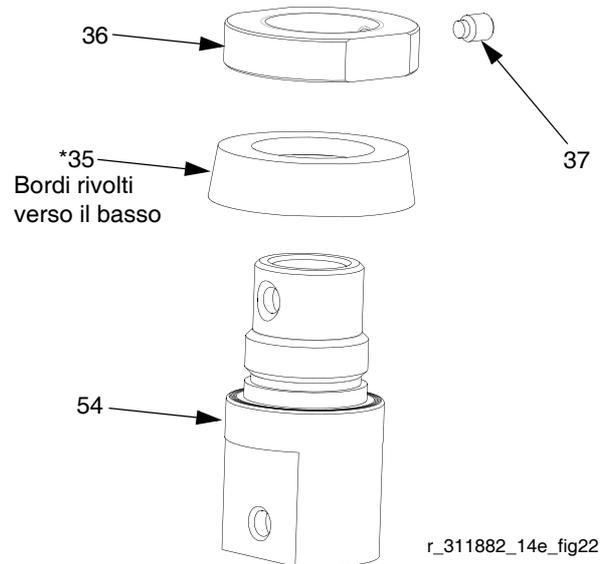

FIG. 22
10. Allentare la vite di fissaggio (37) dal collare (36). Rimuovere il collare dall'alloggiamento del pistone (54). Rimuovere la fascia a U (35\*). Ispezionare tutte le parti per rilevare eventuali danni. Vedere FIG. 22.